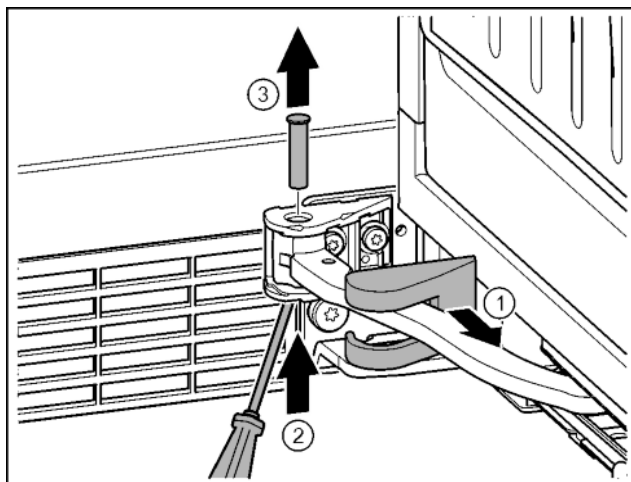

Fig. 16
- ▶ Зніміть кришку опорного кронштейна та перемістіть вздовж шарніра. Fig. 16 (1)
- ▶ Рукою чи викруткою підійміть палець знизу. Fig. 16 (2)
- ▶ Перемістіть викрутку під голівку пальця і витягніть. Fig. 16 (3)